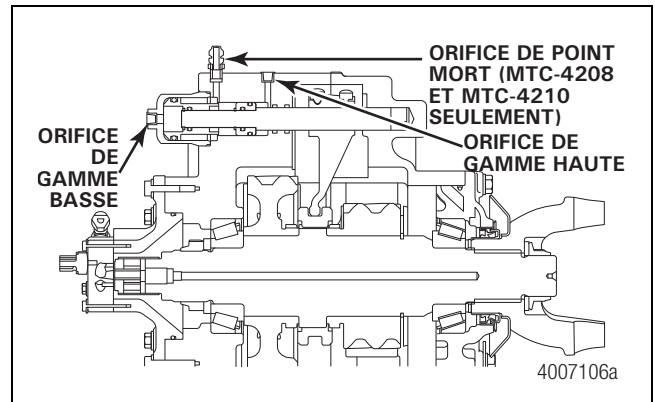

Figure 4.14
2. Débrancher les canalisations d'air des cylindres de commande utilisés aux étapes précédentes. Figure 4.14.